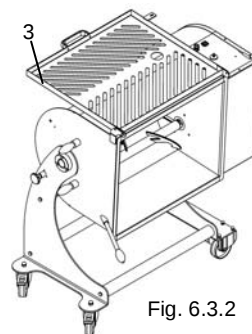
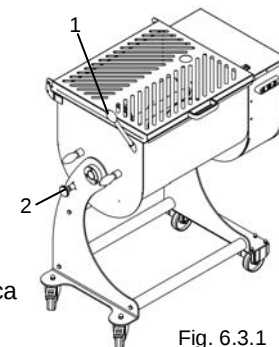

Fig. 6.3.2
Fig. 6.3.1
- Tenere la vasca in posizione orizzontale afferrando la manopola dell'asta di rovesciamento "1" Fig. 6.3.1.
- Tirare il pomello di blocco della vasca "2" Fig. 6.3.1
- Dopo averla sbloccata, è possibile ruotare la vasca (Fig. 6.3.2) tirando l'asta di rovesciamento "1" Fig. 6.3.1.
- Aprire la griglia "3" Fig. 6.3.2 e procedere con lo svuotamento della vasca estraendo il prodotto mescolato.